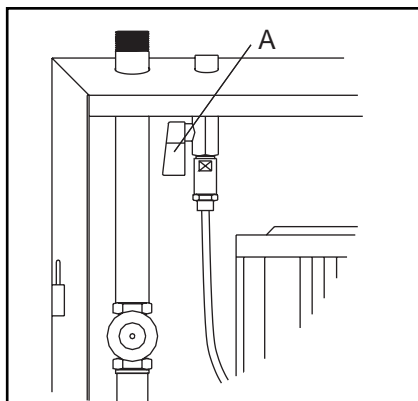

Fig. 15
3. Fermer l'alimentation d'air (A, fig. 15).